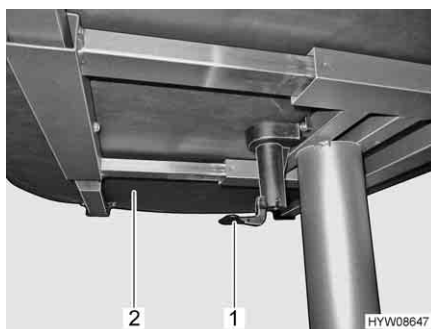

Fig. 72 Leva per spostare il piano del tavolo
- Tirare o spingere la leva (Fig. 72,1) verso il basso.
- Spingere il piano del tavolo (Fig. 72,2) nella posizione desiderata.